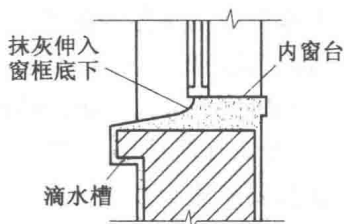

图 1.16 外墙窗台抹灰做法
(10)外墙窗台抹灰(图 1.16)。外墙窗台抹灰之前,窗框下缝隙必须用水泥砂浆填实,避免雨水渗漏;抹灰面应缩进窗框下 1 cm 左右,慢弯抹出泛水。当为钢、铝合金窗时,窗台处抹灰应低于窗框下 1 cm。